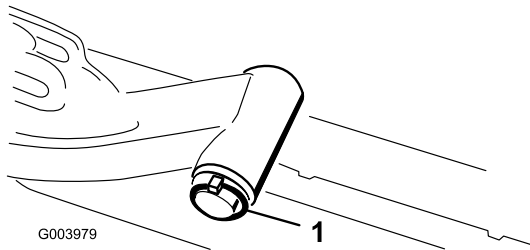

Bild 9
- A. Nehmen Sie den Klappstecker und die Scheibe ab, mit denen der Gelenkschaft des Hubarms am Hubarm befestigt ist. Schieben Sie die Gelenkwelle des Hubarms aus dem Hubarm (Bild 9).
- C. Setzen Sie den Hubarmschaft in den Hubarm ein und befestigen Sie ihn mit der Scheibe und dem Klappstecker (Bild 9).